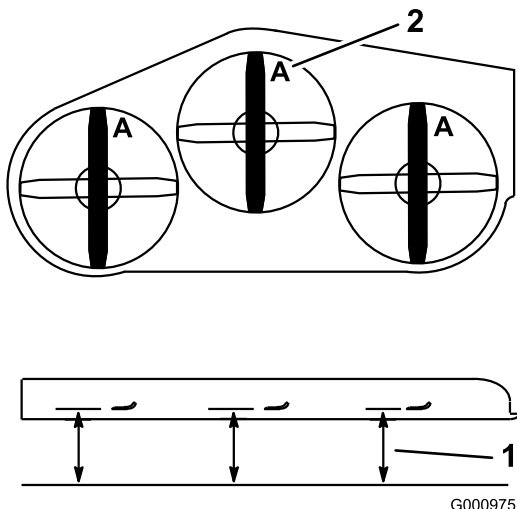

Figura 65
3. Girate le lame fino a disporle in parallelo con la lunghezza della macchina (Figura 65). Misurate da un piano orizzontale fino al tagliente delle lame, posizione **A** (). Figura 65 Prendete nota di questa misura.